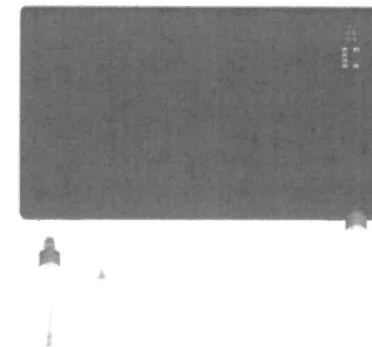
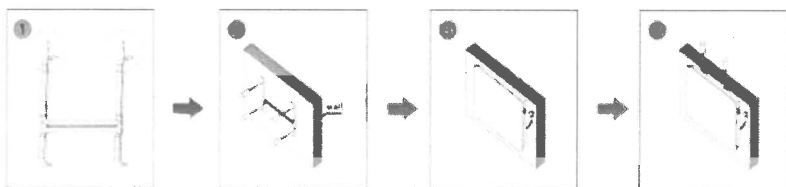

Abb. 1
Abb.2
Montage der Standfüße (Abb. 1)
Wandmontage (Abb. 2)
- Wenn Sie einen geeigneten Platz für Ihr Gerät gefunden haben, montieren Sie nun mittels der mitgelieferten Schrauben und Dübel das Heizgerät an die Wand. **Beachten Sie dazu die Schritte Fig. 1 bis 4 in Abb. 2.**
- (1) An der Rückseite des Heizgerätes befindet sich die Wandhalterung. Lösen Sie die beiden oberen Schrauben von der Wandhalterung und nehmen die Halterung vorsichtig ab.
- (2) Bohren Sie Löcher auf jeder Seite in die Wand und setzen Sie die entsprechenden Dübel ein. Befestigen Sie mit den beigelegten Schrauben die Wandhalterung an der Wand.
- (3) Achten Sie bitte darauf, dass Sie den Abstand zwischen Dübel und Schraubenkopf so wählen, dass das Gerät mit einem gleichmäßigen Wandabstand montiert werden kann. Hängen Sie das Gerät vorsichtig in die Wandhalterung ein.
- (4) Drehen Sie die beiden oberen Schrauben fest und überprüfen Sie, ob das Gerät fest genug an der Wand befestigt ist. Benutzen Sie das Heizgerät nicht, wenn das Gerät schräg oder nicht fest genug montiert worden ist.